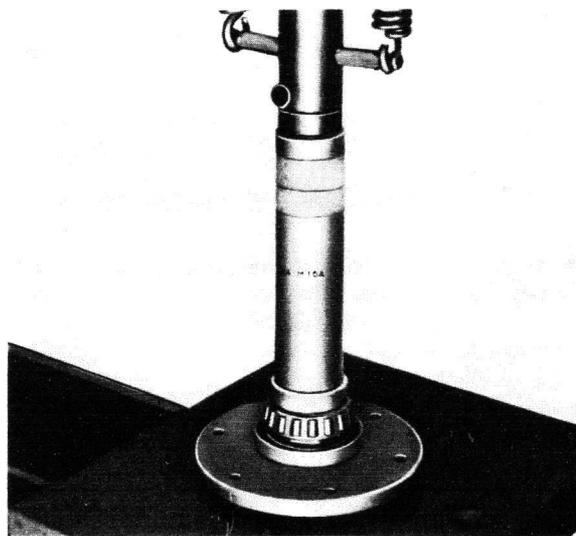

Fig. 24
- 1° Monter éventuellement sur l'arbre, la cage du roulement à l'aide d'une presse et au moyen du manchon MIRI et du manche MIGA (fig. 24). Placer l'entretoise.